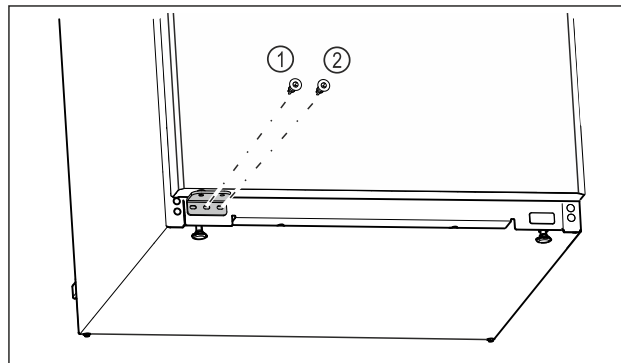

Fig. 17
- ▶ Csavarozza a helyére a csapágybak középső csavarját Fig. 17 (1) Torx 20 csavarhúzóval.
- ▶ Csavarozza a helyére a csapágybak belső csavarját Fig. 17 (2) Torx 20 csavarhúzóval.